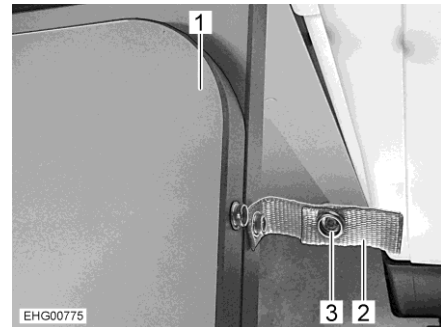

Bild 54 Sicherungslasche
- Druckknopf (Bild 54,3) der Sicherungslasche (Bild 54,2) lösen.
- Tischplattenverlängerung (Bild 54,1) ausklappen.
- Tischplattenverlängerung (Bild 54,1) einklappen.
- Tischplattenverlängerung mit Sicherungslasche (Bild 54,2) sichern.